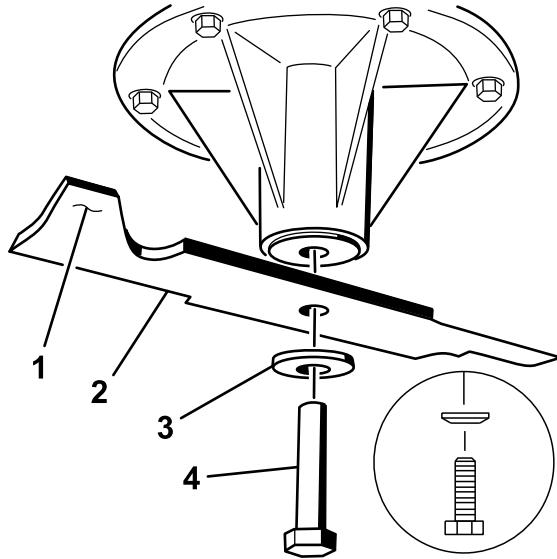

Figure 78
2. Enlevez de l'axe, le boulon, la rondelle bombée et la lame (Figure 78).
1. Placez la lame sur l'axe (Figure 78).
2. Montez la rondelle bombée et le boulon de lame (Figure 78).